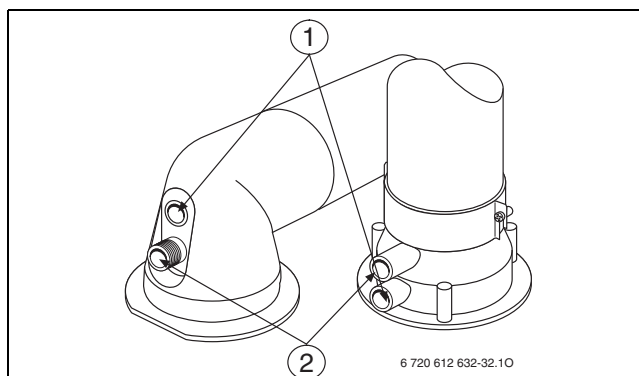

Fig. 40
- ▶ Îndepărtați dopurile de închidere de la tubulatura de măsurare a aerului de ardere (2) (→ fig. 40).
- ▶ Îndepărtați dopurile de închidere de la tubulatura de măsurare a gazului ars (1) (→ fig. 40).